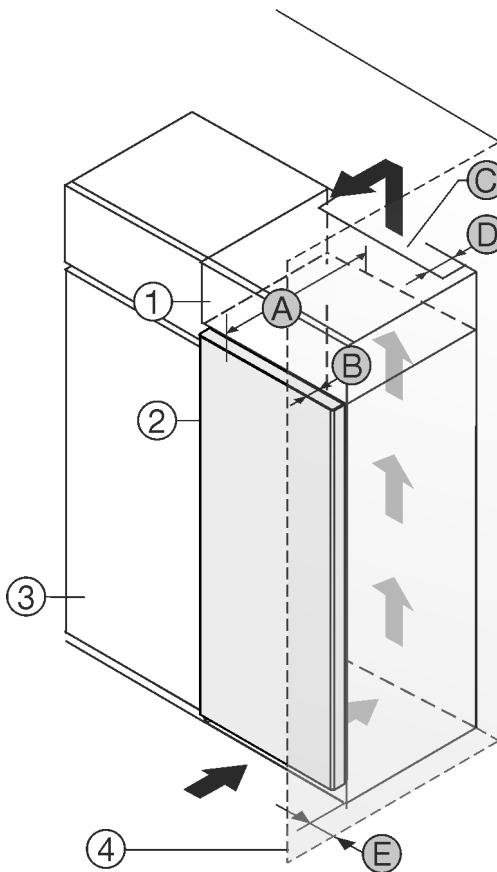

Fig. 1
Zariadenie môžete inštalovať priamo vedľa kuchynskej skrine Fig. 1 (3)*.
Na zadnej strane nastavnej skrine musí byť vetracia šachta s hĺbkou Fig. 1 (D) cez celú šírku nastavnej skrine.*
Pod stropom miestnosti sa musí dodržať prierez vetracieho otvoru Fig. 1 (C)*.
Ak zariadenie nainštalujete so závesmi vedľa steny Fig. 1 (4), tak vzdialenosť medzi zariadením a stenou musí byť minimálne 13 mm.*
Aby ste mohli dvere úplne otvoriť, zariadenie musí vyčnievať o hĺbku dvier Fig. 1 (B) prednej časti kuchynskej skrine. V závislosti od hĺbky kuchynských skrií Fig. 1 (3) a použitia dištančných držiakov na stenu môže zariadenie prečnievať ešte viac.*